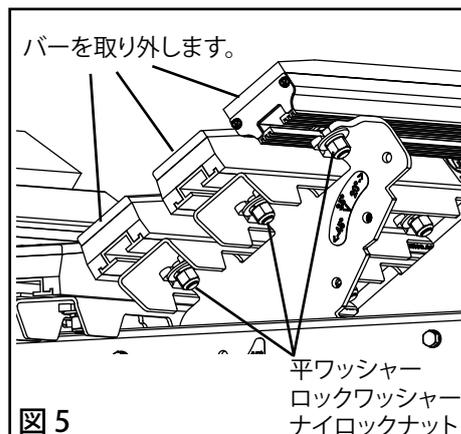

図5
5. 摩耗したバーを取り外します。各クロスストリンガーのナットを緩めて外し、インパクトバーを取り外します。(図5)